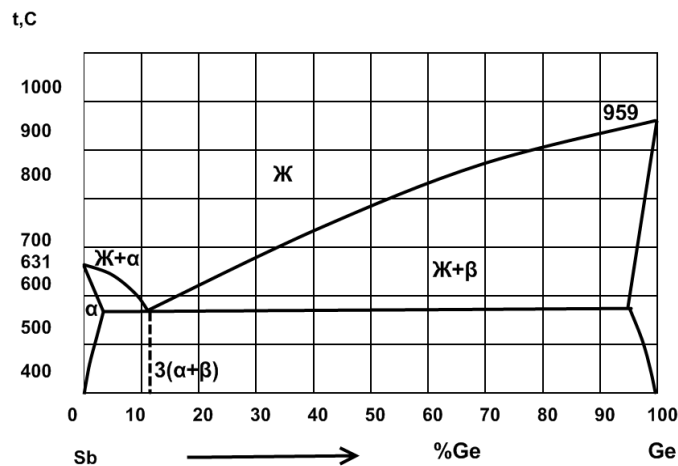

Рис. 8. Диаграмма состояния сурьма – германий (Sb – Ge)
2. Вычертите диаграмму состояния системы сурьма – германий. Опишите взаимодействие компонентов в жидком и твёрдом состояниях, укажите структурные составляющие во всех областях диаграммы и объясните характер изменения свойств сплавов в данной системе с помощью правил Курнакова (рис. 8).